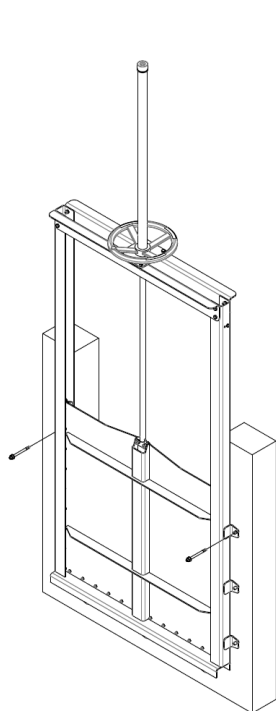

Figura 11
- Perfure e instale um chumbador em cada lado da comporta. Após a instalação do primeiro chumbador, e antes de executar o orifício no outro lado, certifique-se de que o quadro esteja perfeitamente nivelado (consulte a Figura 11)